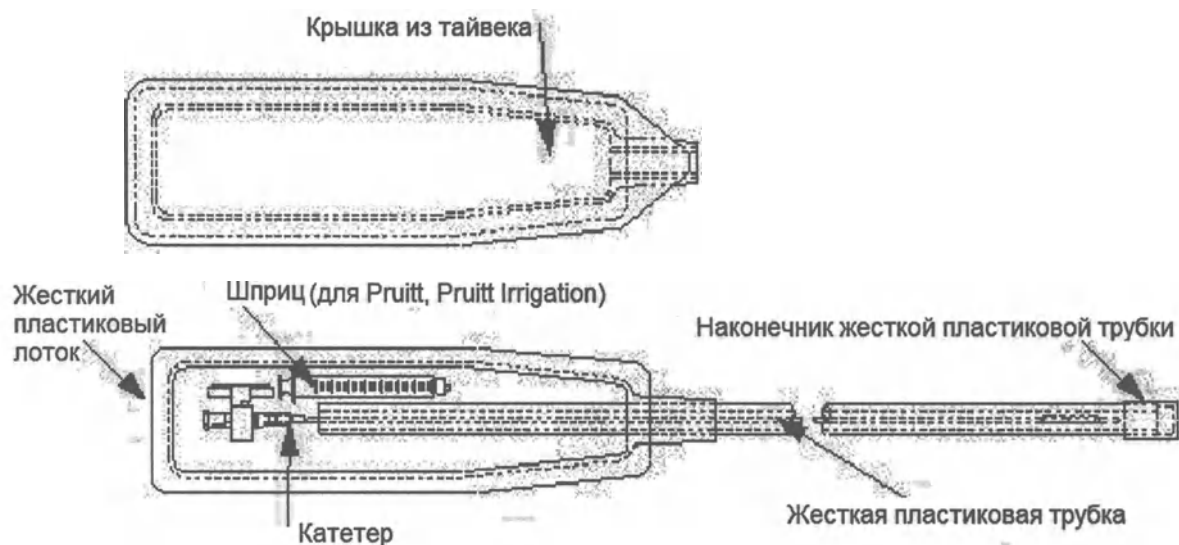

Рис.6.
19.1. Катетер внутрисосудистый баллонный окклюзионный в вариантах исполнения Pruitt, Pruitt Irrigation, LeMaitre Aortic упакован в первичную штучную герметичную упаковку, представляющую собой жесткий пластиковый лоток с крышкой из тайвека и жесткой пластиковой трубкой (Рис.6). Инструкция по применению скручена и закреплена термоусадочной пленкой поверх пластиковой трубки.